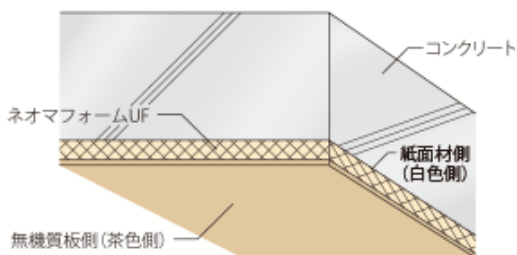

図8：打込み状況
#### **⚠・無機質板(茶色)が必ず型枠側となるよう、施工してください。(p.6 図8参照)**
**！・無機質板（茶色）が必ず型枠側となるように施工してください。（図8）**